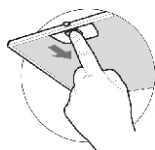

рис. 4
8.3 Для очистки алюминиевого фильтра извлеките его из вытяжки (рис. 4) и произведите его очистку с помощью щетки горячим водным раствором нейтрального моющего средства вручную или в посудомоечной машине (при 60°C). Сильно загрязненный фильтр не следует мыть в посудомоечной машине вместе с посудой. Старайтесь не сгибать фильтр при мойке.
- Перед установкой вытяжки снимите алюминиевый фильтр, для этого нажмите на пружинный замок на фильтре и потяните его вниз и на себя (рис. 4).